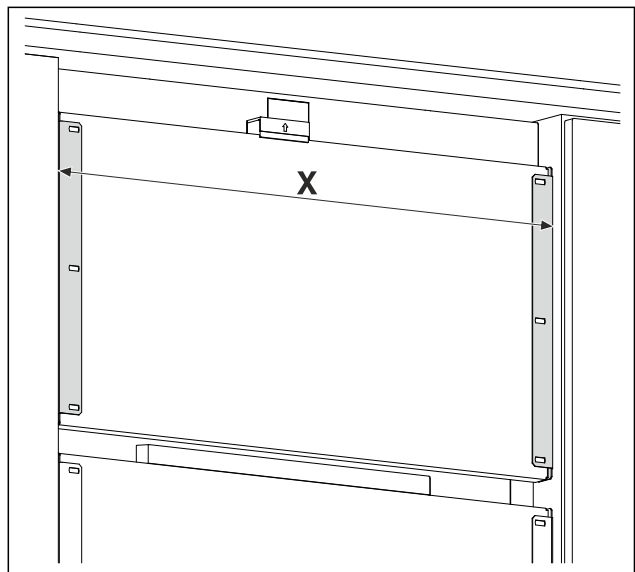

Fig. 18 Immagine a titolo di esempio
- Misurare la distanza Fig. 18 (X) tra i bordi esterni degli angolari di supporto.